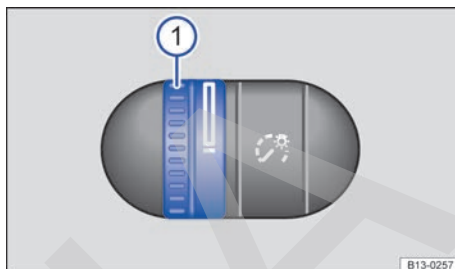

Fig. 76 Junto al volante: regulador de la iluminación de los instrumentos y los mandos ①.
En función del equipamiento del vehículo, la intensidad de la iluminación de los instrumentos y los mandos se puede regular sin escalonamientos girando el regulador → fig. 76 ① con las luces encendidas.